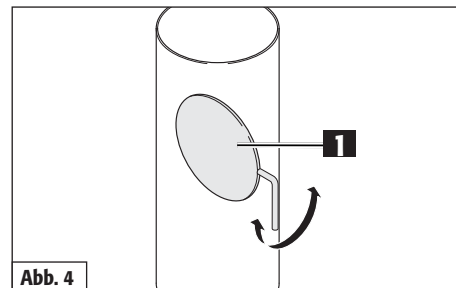

Abb. 4
Der maximal zulässige Förderdruck für den Como beträgt 35 Pa an der Abgaseinführung des Schornsteins. Zur Begrenzung des Förderdrucks können eine Drosselklappe (Abb. 4/1) oder ein Förderdruckbegrenzer hilfreich sein.
Die Drosselklappe (Abb. 4/1) ist ein optionales Bedienungselement. Sie ist im Rauchrohr angebracht und dient der Regulierung des Rauchgasstromes. Auf diese Weise verringert sie die Abbrandgeschwindigkeit. Steht der Griff der Drosselklappe quer zum Rauchgasrohr, ist der Abgasstrom maximal gedrosselt. Wir empfehlen generell den Einbau einer Drosselklappe zur Reduzierung des Förderdrucks. **Bitte beachten Sie hierzu die länderspezifischen gesetzlichen Bestimmungen.**
**Bevor die Feuerraumtür während der Brennphase geöffnet wird, sollte vorher die Drosselklappe (Abb. 4/1) geöffnet werden.**